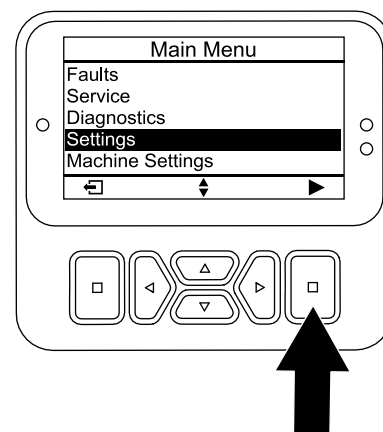

Figura 27
1. En MENÚ PRINCIPAL, vaya al menú AJUSTES y pulse el botón Seleccionar (Figura 27).